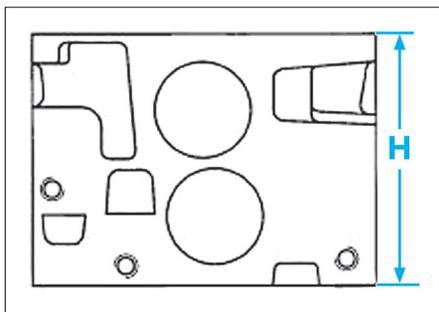

Fig. 1
Hauteur nominale de la culasse (H) : 113 ± 0,05 mm (Fig.1).